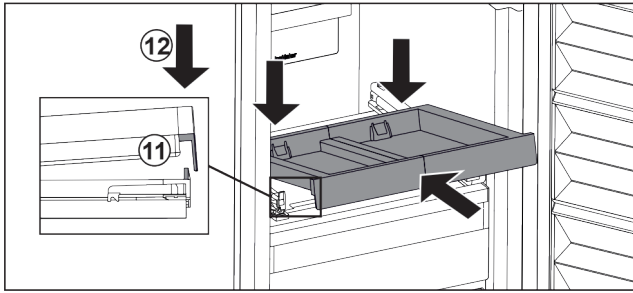

Fig. 108
- ▶ Вставьте, наклоняя вниз. Обратите внимание на то, чтобы на обеих сторонах упор был за накладкой. Fig. 108 (11)
- ▶ Снимите выдвижную панель спереди. Fig. 108 (12)